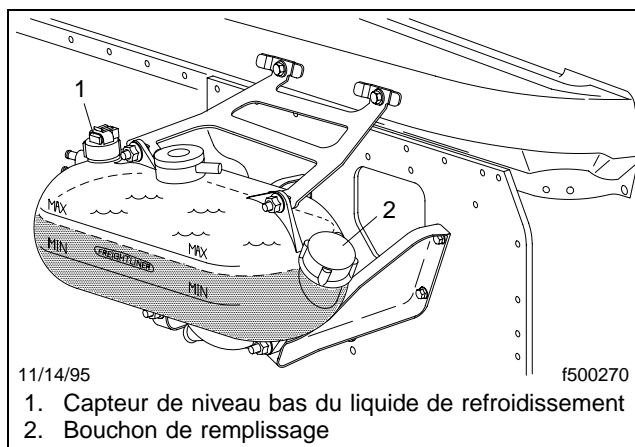

Fig. 11.3, Vérification du niveau du liquide de refroidissement
6. Vérifiez le niveau du liquide de refroidissement dans le réservoir de trop-plein. Voir la **figure 11.3**. Si le niveau du liquide est trop bas, ajoutez un